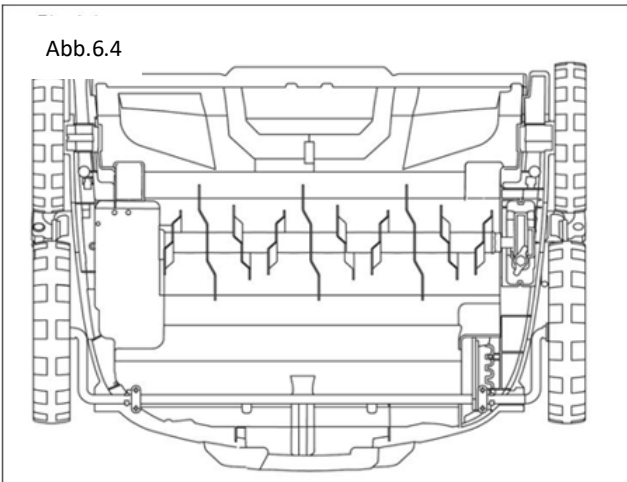

Abb.6.5
## 6. Verwendung Belüfterwalze (Abb. 6.5)
- Setzen Sie das Lüfter-Klingensystem ein, indem Sie den Vorgang des Entfernens des Vertikutierklingensystems umkehren (Abb. 6.5).